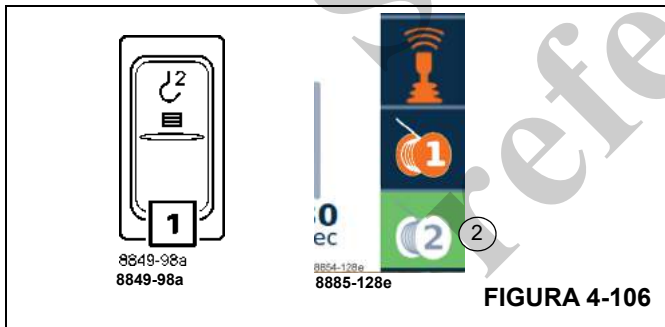

FIGURA 4-106
Pulse el botón en el apoyabrazos derecho (1), (Figura 4-106), una vez.
El símbolo (2), (Figura 4-106), se torna de color verde cuando se activa el malacate auxiliar.